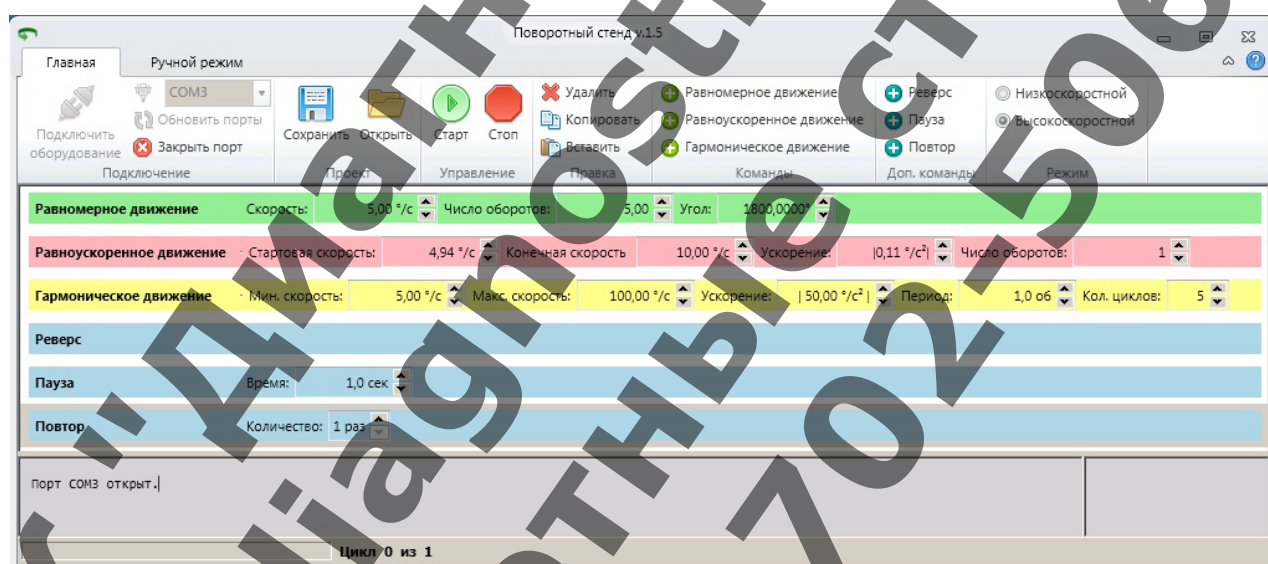

Рисунок 9.
2.3.3 Вкладка «Главная» позволяет задавать различные режимы движения и управлять сценарием управления движения для каждого из двух режимов скоростей: низкоскоростного (0.01 – 5 °/сек) и высокоскоростного (5 – 720 °/сек) (рисунок 9).